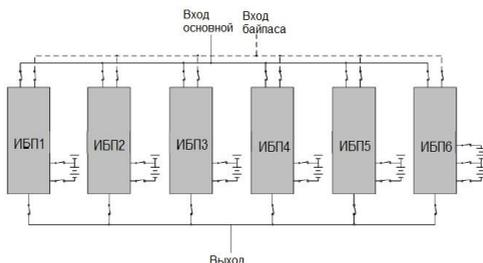
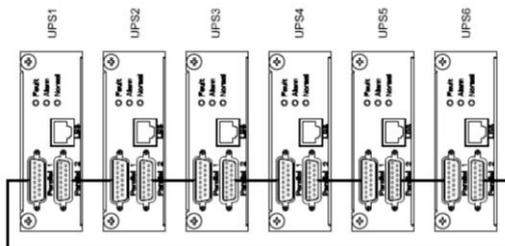

Рисунок 7 – Пример схемы подключения четырех изделий в систему параллельного резервирования с выходным распределительным шкафом.
Рисунок 8 – Схема соединения изделий в «кольцо» через параллельные порты
**Изделие имеет встроенный параллельный контроллер и может работать в системе бесперебойного питания с параллельным резервированием (см. рисунок 7 и рисунок 8). Целью такой системы является либо повышение надежности (резервирование), либо увеличение общей выходной мощности (масштабирование).**
- отключите входное сетевое питание каждого изделия. Убедитесь в том, что все внешние выключатели разомкнуты (см. рисунок 7);